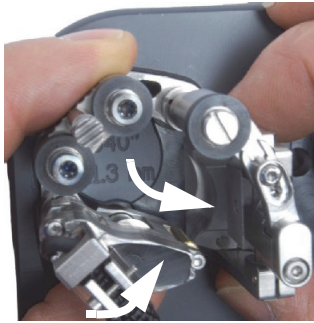

Figura 2-18 Rotazione della coda per regolare la posizione di una configurazione per una tubazione di diametro ridotto
- c) Ruotare il gruppo di supporto della sonda verso l'esterno per permettere alla sonda e allo zoccolo di scorrere indietro nel foro passante (vedere Figura 2-18 a pagina 47).
- e) Ruotare la coda verso l'interno quanto possibile, in modo da posizionare la rotina della coda il più lontano possibile dal centro del modello di configurazione (vedere Figura 2-18 a pagina 47).